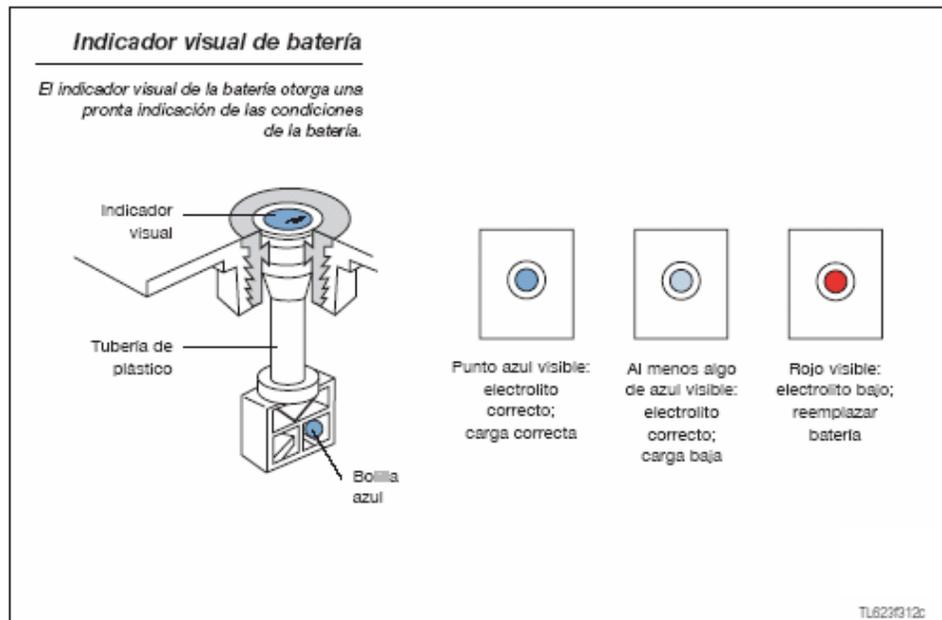

Figura 1.37 Indicador visual de la batería
6. Revise el indicador visual, como se muestra en la figura 1.37. Si lo ve de color rojo significa que la batería esta demasiado descarga o que el electrolito esta bajo. El nivel electrolito es suficiente y la batería está cargada al menos en un 25% si se ve por lo menos algo azul.